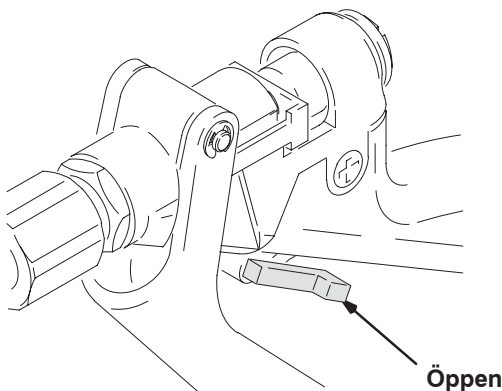

Fig. 2
3. Håll en metalldel på pistolen stadigt mot kanten på ett jordat av metallkärl. Frigör pistolens säkerhetsspärr genom att vrida den bakåt. Se Fig. 2. Tryck av pistolen för att avlasta vätsketrycket.
Vrid säkerhetsspärren mot handtaget som i Fig. 2 för att koppla ur säkerhetsspärren.